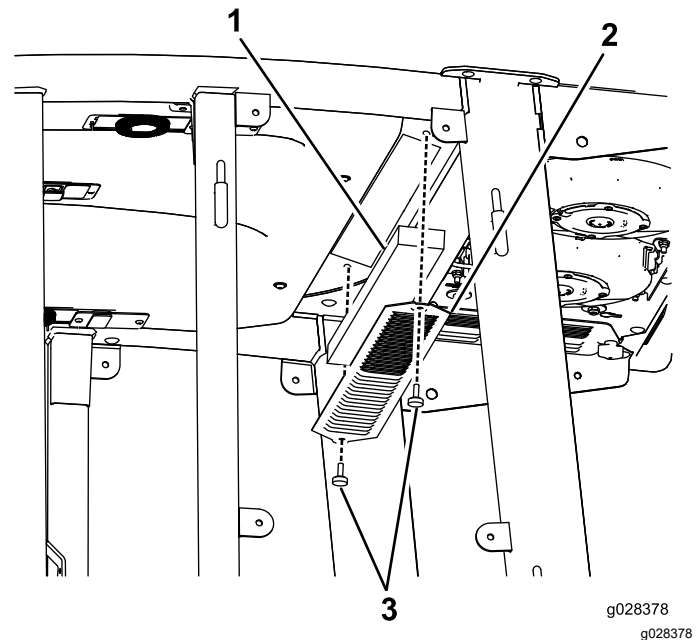

Bild 106
3. Nehmen Sie die 22 Schrauben ab, mit denen das Dach befestigt ist, um das Kabinendach von der Kabine abzunehmen (Bild 106).
4. Entfernen Sie die Luftfilter (Bild 106).
5. Entfernen und reinigen Sie die Klimaanlage (Bild 106).